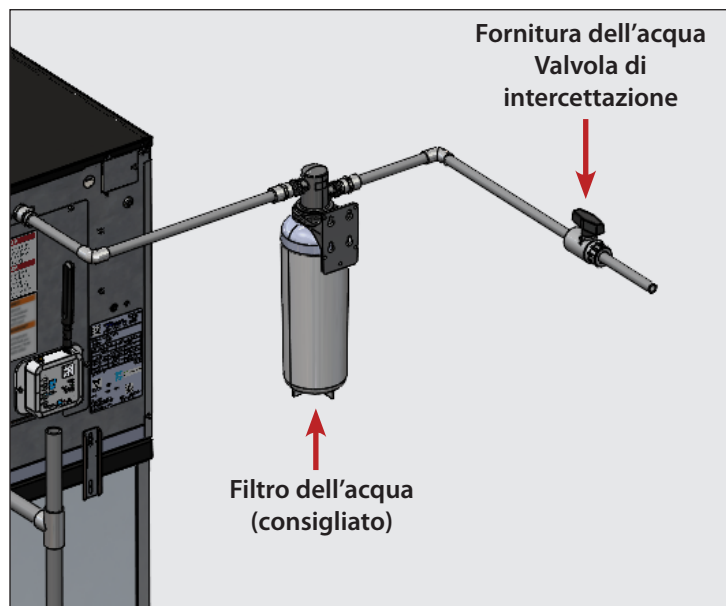

Fig. 1 Valvola di intercettazione installata a monte del filtro dell'acqua.
1. Se è presente un filtro per l'acqua, installare la valvola di intercettazione dell'alimentazione idrica a monte del filtro stesso. Si veda la Fig. 1